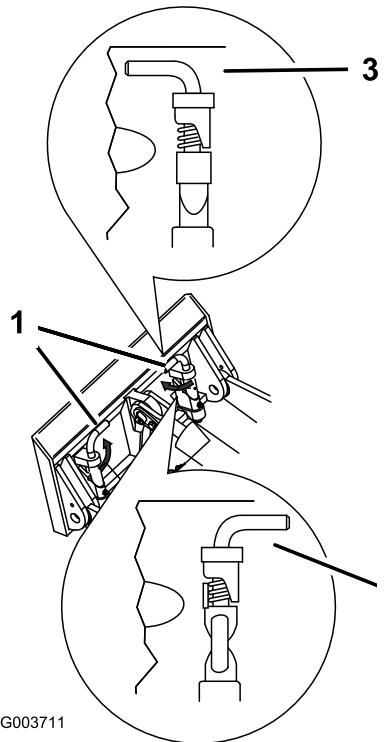

Bild 22
- Lassen die Schnellbefestigungsstifte eingreifen und stellen Sie sicher, dass sie vollständig in der Befestigungsplatte sitzen (Bild 22).